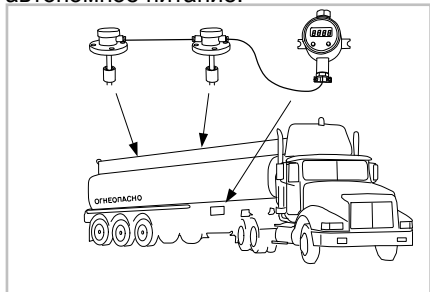
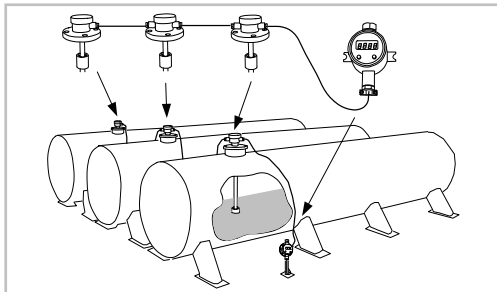

Рисунок 1
Рисунок 2
1.2 Системой могут оснащаться автоцистерны (рисунок 1), резервуарные парки (рисунок 2) и другие резервуары хранения и перевозки жидкостей, где требуется автономное питание.